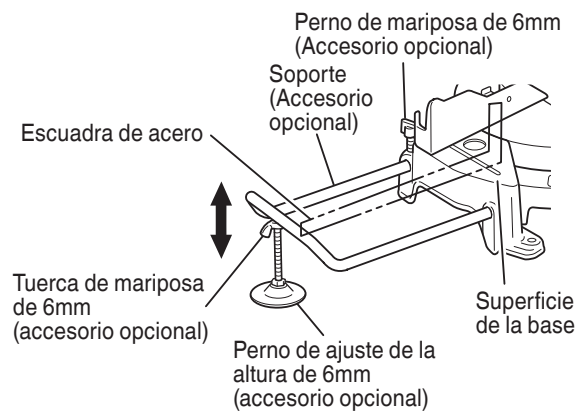

Fig.11
(1) Como se indica en la Fig. 11, utilice una escuadra de acero para alinear el borde superior de los soportes con la superficie de la base. Afloje el perno de mariposa de 6mm. Gire el perno de ajuste de altura de 6mm, y ajuste la altura del soporte.
(2) Después del ajuste, apriete firmemente la tuerca de mariposa y asegure el sujetador con el perno de mariposa de 6mm (accesorio opcional). Si el largo del perno de ajuste de altura de 6mm es insuficiente, coloque debajo una placa delgada. Asegúrese de que el extremo del perno de ajuste de altura de 6mm no sobresalga del sujetador.